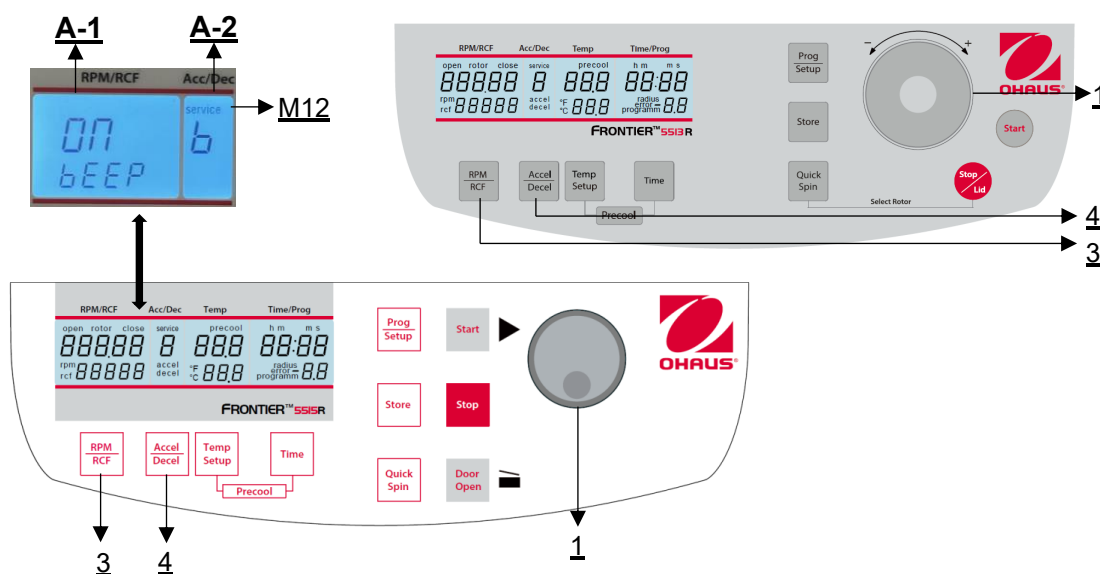

Figure 30
Procéder comme décrit au point 4.1.1 pour entrer dans ce mode de programmation et appuyer ensuite sur la touche **"Accel/Decel"** (4). Sur l'écran **"Acc/Déc"** (A-2), le mot **"Service"** (M12) clignote. Sélectionnez maintenant la lettre **"b"** à l'aide de la molette (1). Le mot **"ON/BEEP"** apparaît alors sur l'écran **"RPM | RCF"** (A-1). Après avoir appuyé sur la **"RPM | RCF"** (3), vous pouvez activer (On) ou désactiver (Off) le son du clavier à l'aide de la molette (1) (voir figure 30).